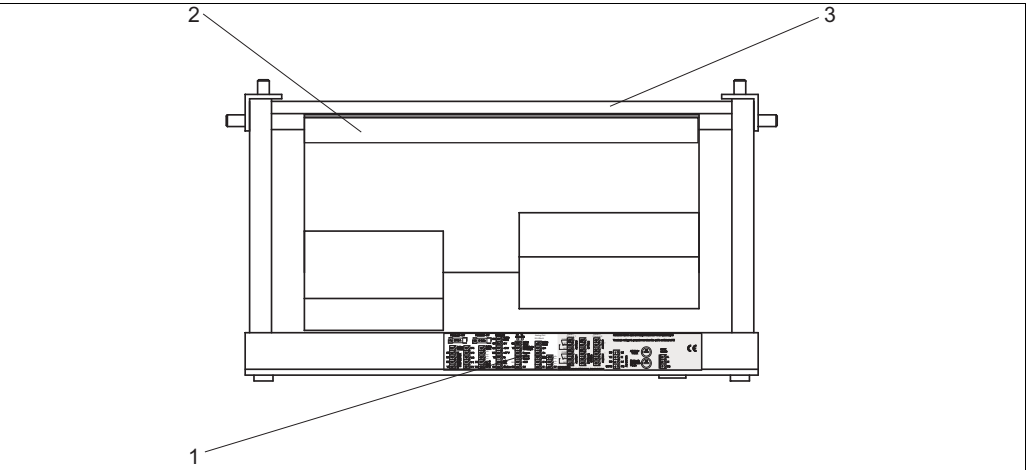

图 2: 分析仪俯视图 (无外壳分析仪和面板前倾时)
► 仅允许参照设备内的端子连接标签 (→ 图 2) 进行分析仪接线！